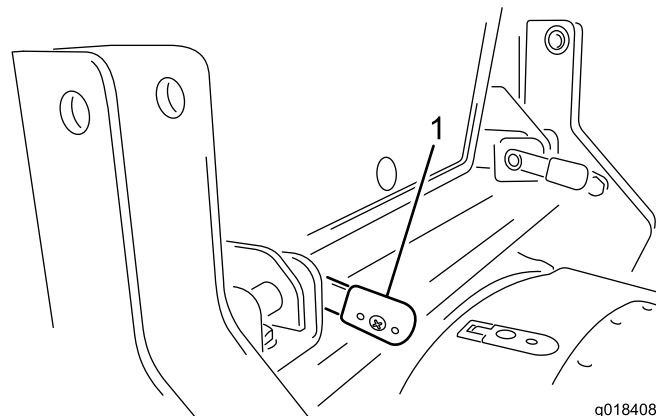

図 13
4. レバーが奥まで入ったら、レバーを後方に回してロックします(図 13)。